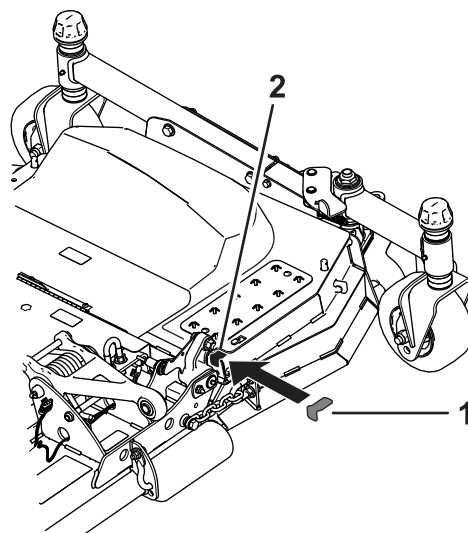

Рисунок 3
2. Установите регулировочные прокладки в передней и задней частях деки газонокосилки, как показано на Рисунок 3.